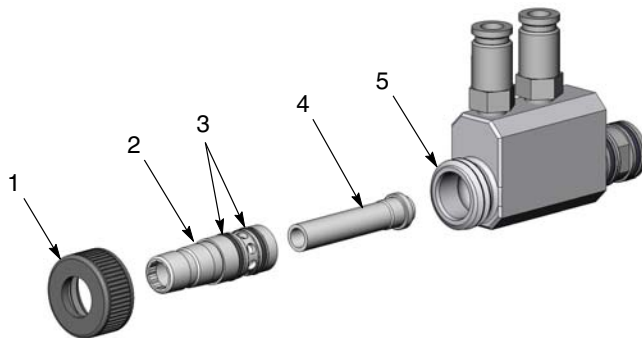

Figura 3 Remoção e montagem da tubeira
1. Consulte a figura 3. Desenrosque a porca (1) e retire-a.
2. Puxe o suporte da tubeira e a tubeira (2, 4) para fora do corpo da bomba (5), com um ligeiro movimento de rotação. Inspeccione se existe desgaste ou danos no suporte e nas duas juntas tóricas condutoras (3) montadas nele. Substitua todas as peças gastas ou danificadas.